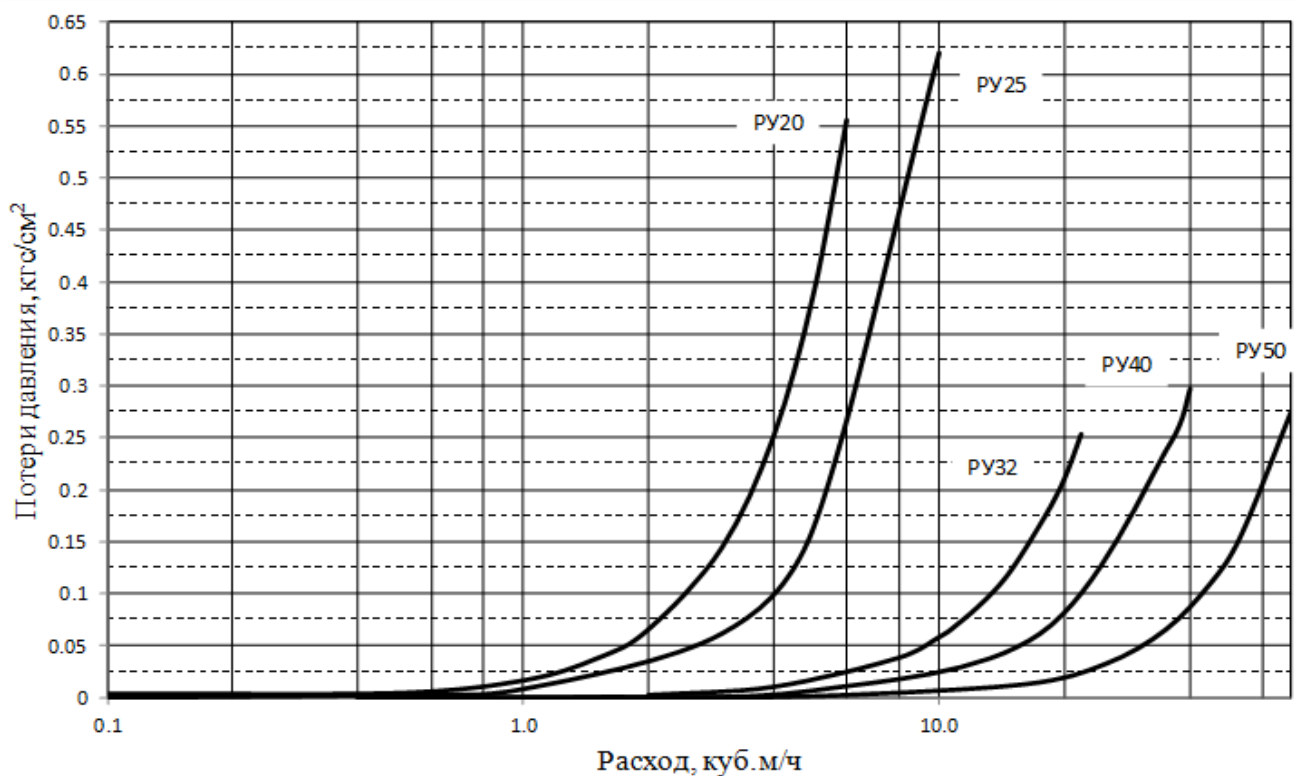

Рис. 3.1. Втрати тиску на ВД від PY20 ... PY50
3.12. Втрати тиску на ВД від РУ20 до РУ50 наведено на рис.3.1.